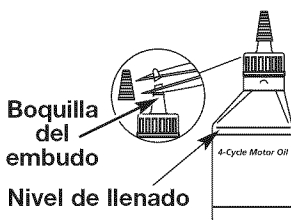

Fig. 10
Su unidad trae una botella de aceite SAE 30 SF, SG, SH de 90 ml (3,04 onzas fluidas) (Fig. 10).
**NOTA:** Guarde la botella para medir la cantidad correcta de aceite cuando deba cambiarlo en el futuro (Fig. 10). Lea *Cambio de aceite*.
- Desenrosque la tapa de la botella de aceite y retire el sello de papel que cubre la apertura. Vuelva a colocar la tapa. Corte la punta de la boquilla del embudo (Fig. 10).